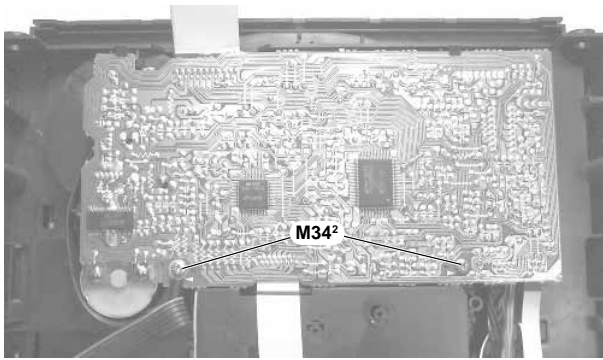

Fig. 22
- 2 Schrauben M342 herausschrauben (Fig. 22), die Schublademotorkontakte E12 ablöten.
- Undo 2 screws M342 (Fig. 22), unsolder the tray motor contacts E12.